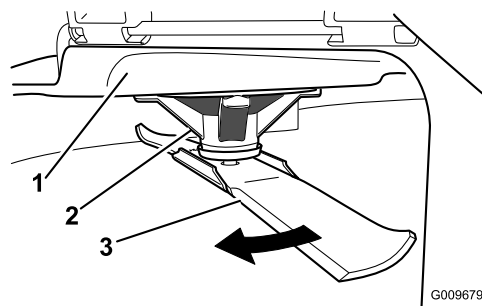

Figura 49
2. Llevando guantes fuertemente acolchados u otro tipo de protección apropiada para las manos, gire la cuchilla a medir lentamente hasta una posición que permita medir eficazmente la distancia entre el filo de corte y la superficie nivelada en la que descansa la máquina (Figura 49).